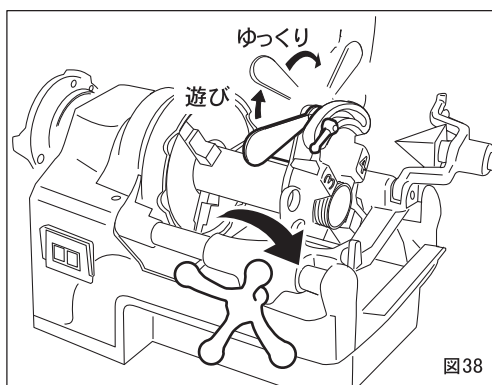

図38
- ①ノッチ軸を(－)ドライバーで緩めます。
- ②位置決めノッチを押さえながらノッチ軸を外します。
- ③位置決めノッチをその下にあるピンとバネが飛び出さないよう、注意しながら外します。
- ④サイズ調整板を図38-①②のどちらかの側に2枚共挿入してください。
- ⑤バネ及びピンを切上ブロックの所定の穴に入れ、位置決めノッチで押さえます。
- ⑥ノッチ軸を切上ブロックに通し、位置決めノッチ、サイズ調整板をセットします。
- ⑦(－)ドライバーでノッチ軸をしっかり締付けてください。
④ねじが規定の寸法まで切れたら偏心ハンドルをゆっくりと矢印の方向に持ち上げてチェーザを開きねじを切り上げます。（このとき急激にチェーザを開くとねじに段がつき、ねじの仕上りが悪くなります。）（図38）
⑤あとは送りハンドルでダイヘッドをパイプからはなせばねじ切りは完了です。ダイヘッドを上位置に起こすと油は止まります。